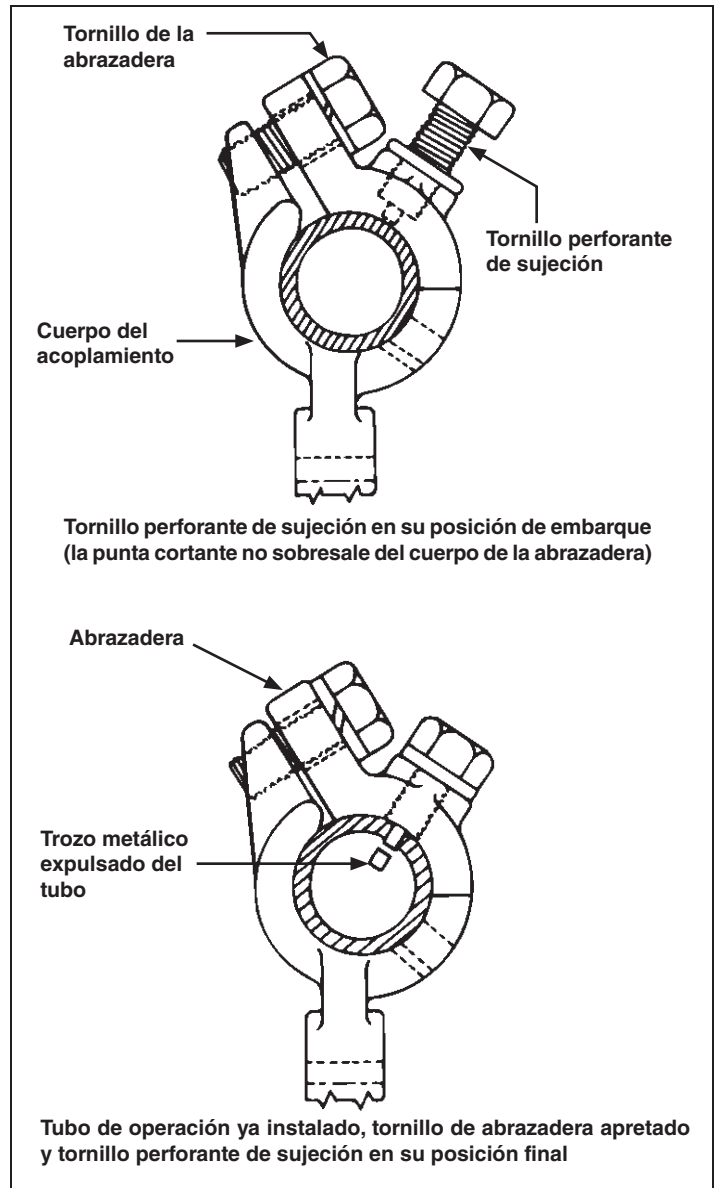

Figura 4. Instalación de los acoplamientos de tubo con tornillos perforantes de sujeción.
**PASO 5.** El tubo operativo de interconexión, el tubo de operación vertical y la palanca de operación giratoria utilizan tornillos perforantes de sujeción para acoplarse con el tubo de operación. Vea la Figura 4. Antes de instalar las secciones de tubo de interconexión, verifique que la punta cortante de cada tornillo perforante de sujeción no sobresalga del cuerpo del acoplamiento.